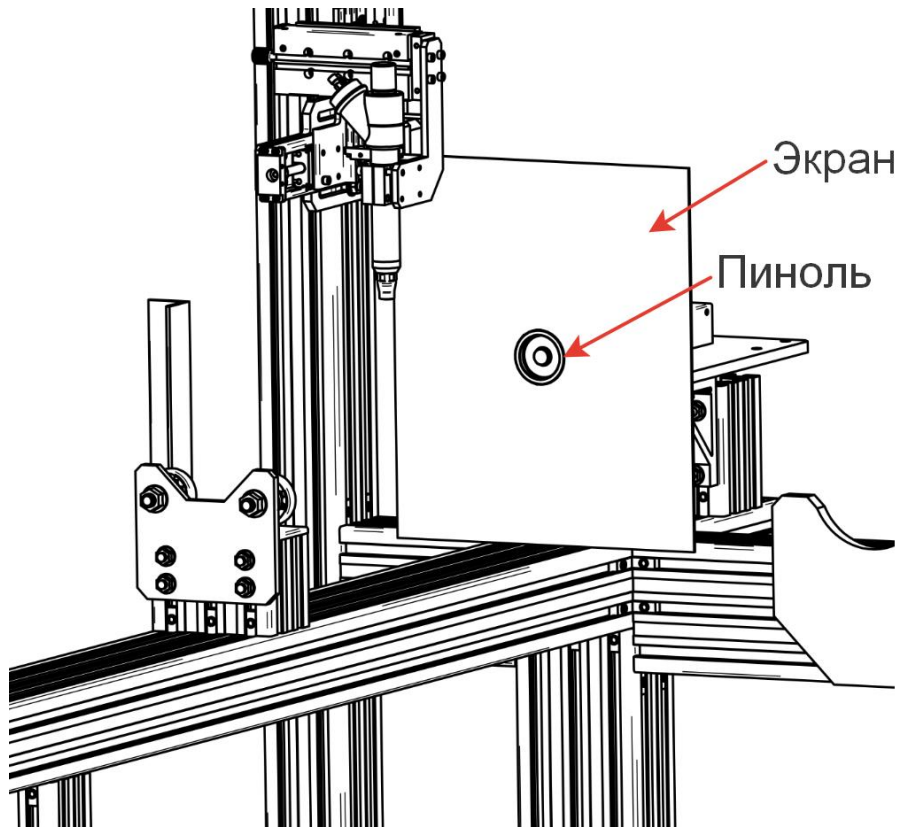

Рисунок 32 – Крепление экрана на пиноли
2. Закрепить экран на пиноли (рисунок 32).